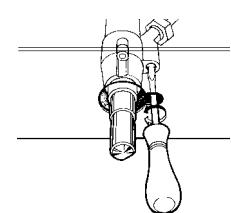

fig.14
- togliere la manopola ed agire sulla vite di regolazione posta sulla destra del rubinetto (fig.14) fino ad ottenere una piccola fiamma regolare, utilizzando un cacciavite (svitando la vite il minimo aumenta, avvitandola diminuisce).